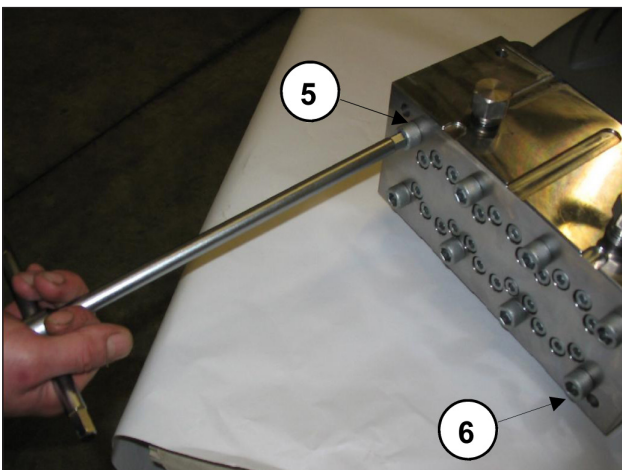
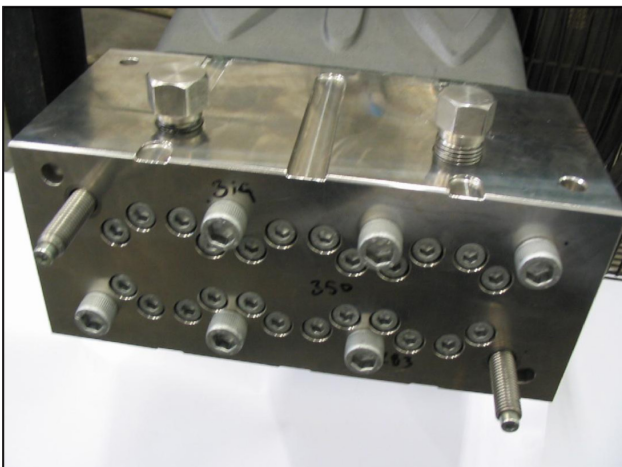

Abb. 17
Abb. 18
- Lösen Sie die Befestigungsschrauben des Kopfs M12x260 Pos. 5 und Pos. 6 wie in Abb. 17 gezeigt und ersetzen Sie diese durch zwei Wartungsschrauben - Stifte (Art. 27508200) gemäß Abb. 18. Nehmen Sie dann die übrigen Schrauben ab.